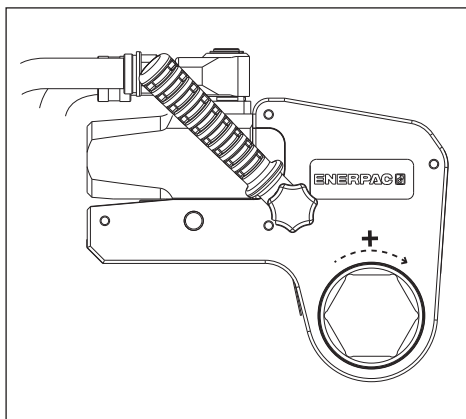

Рис. 9
4.3.1 Затяжка болтов и гаек (рис. 9 и 10)
- Расположите упорный элемент (18) у подходящей опорной точки (19). Опорная точка будет уравнивать силу, возникающую при работе инструмента.